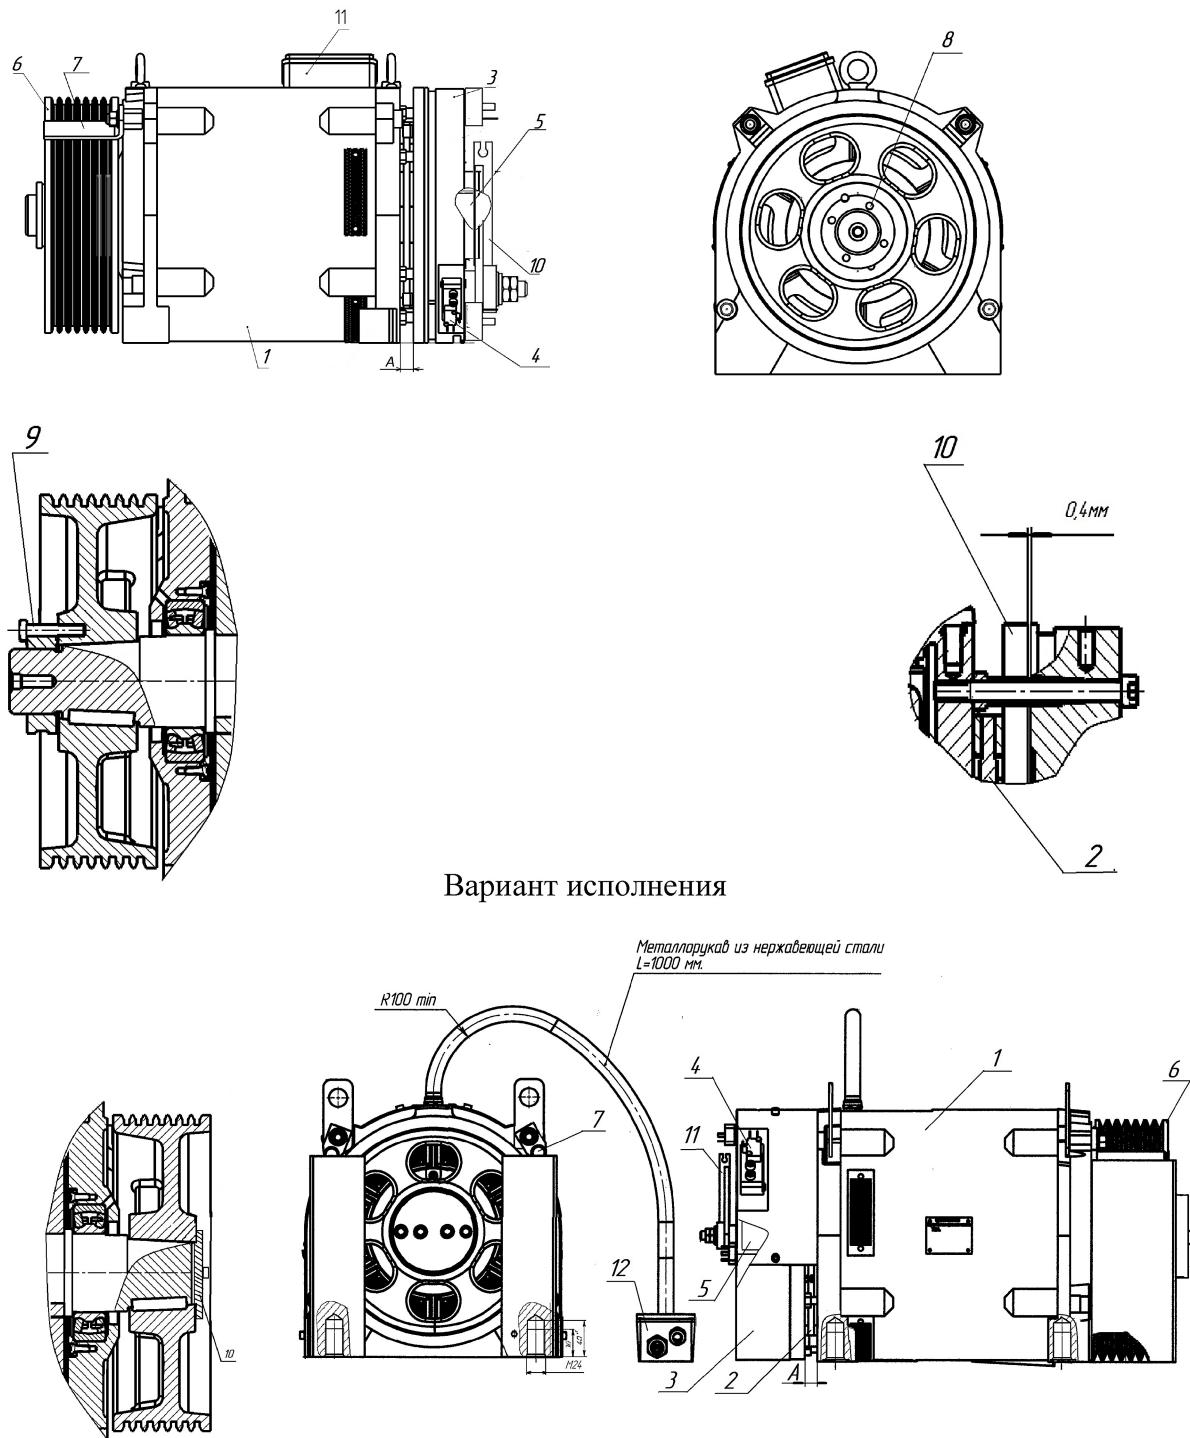
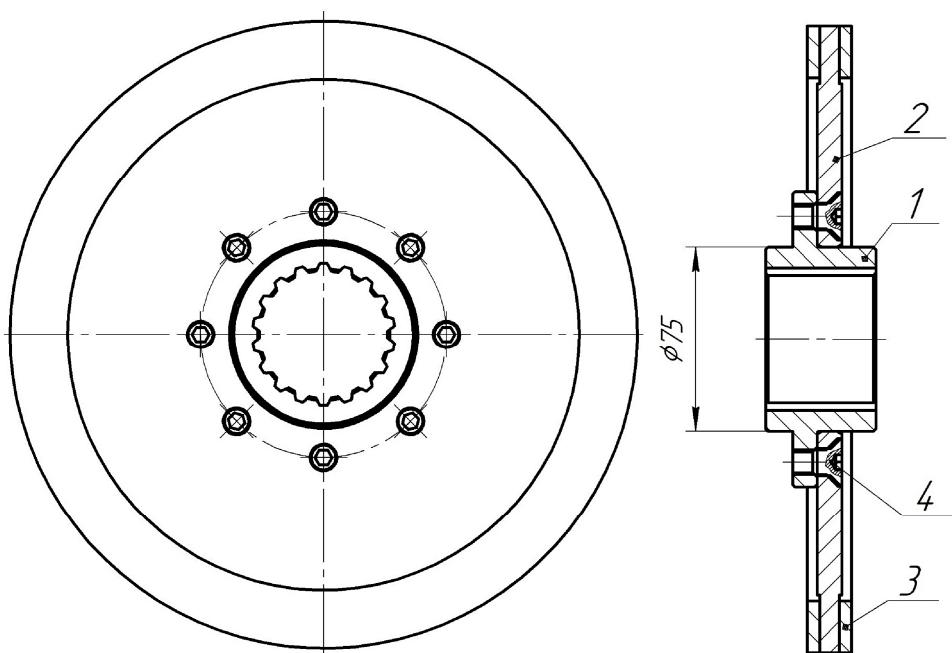
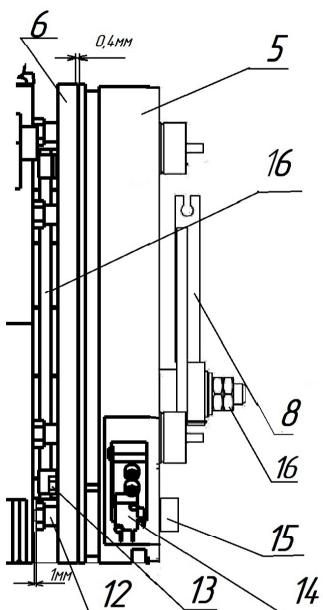

Рис.3. Лебедка.
Рис.5. Диск тормозной.
Рис.6
2)ослабить крепление 6-ти винтов M10x100 (15) и направляющих (12) выдержав зазор 1мм см. Рис. 6;
3)выставить равномерно зазор 0,4мм между полудиском и корпусом тормоза, вращая винт (15) см. Рис 6. Если не удается получить зазор 0,4мм, дополнительно ослабьте гайки крепления рычага, рычаг должен колебаться вокруг оси на $\pm 2^\circ$. ;
Снять рычаги растормаживания (11), снять энкодер (5) см. рис.3, открутить винты (15) рис.6 и снять тормоз. Снять тормозной диск (16) рис.6.
При сборке обезжирить соприкасающиеся поверхности полудисков (6) рис.6 с дисковым тормозом ацетоном, дать высохнуть. Настроить тормозную систему см. п.7.4.
1) включить магнит (3) рис.3.
2) вращать винт (13) рис.5 до срабатывания микровыключателя (14) рис. 5;
3) выключить тормоз (3) рис.3, проверить отключение микровыключателя (14) рис. 5. Если отключение не произошло, вывернуть винт (13) рис.5 до срабатывания микровыключателя. Проверить работу микровыключателя еще раз. Законтрить винт (13).
На разъеме сверху у кабеля должно быть наличие «ключа» в виде выступающей части или треугольника см. рис.6.